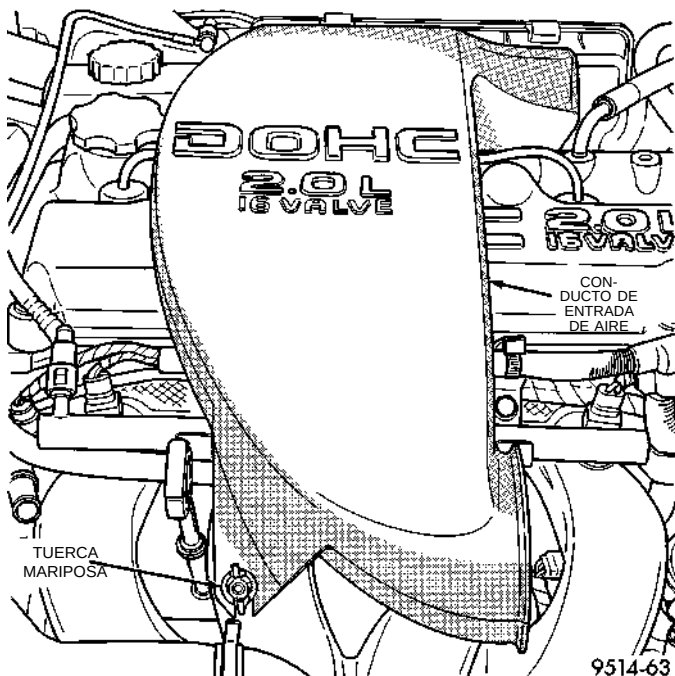

Fig. 21 Conducto de entrada de aire puro
- (1) Desconecte el cable negativo de la batería.
- (2) Retire el tapón de la boca de llenado de combustible.
- (3) Retire el conducto de entrada de aire puro (Fig. 21). Retire la tuerca de mariposa en la admisión.